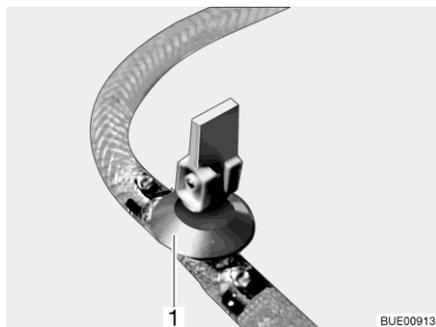
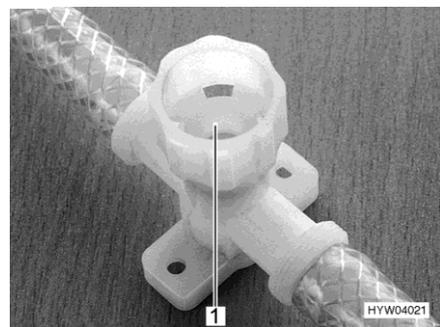

Bild 281 Ablasshahn (mit Kipphebel)
Bild 282 Ablasshahn (mit Drehkappe)
- Alle Ablasshähne öffnen. Dazu den Kipphebel des Ablasshahns (Bild 281,1) senkrecht stellen oder die Kappe des Ablasshahns (Bild 282,1) entgegen dem Uhrzeigersinn drehen.